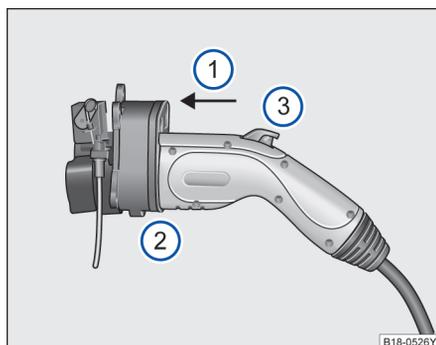

图 112 充电插头示意图
请将充电插头平行地插入充电插座⇒图 112①。
请将充电插头完全插入充电插座⇒图 112②。
请确保充电插头上的按键处于弹起状态⇒图 112③。